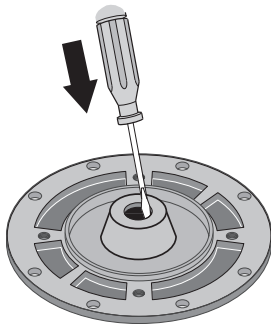

FIGURA 15 - GOLPECITO PARA RETIRAR JUNTA
- Coloque la placa selladora con la mitad de la cara hacia abajo sobre una superficie plana y dé un golpecito para retirar la mitad fija de la junta (figura 15).